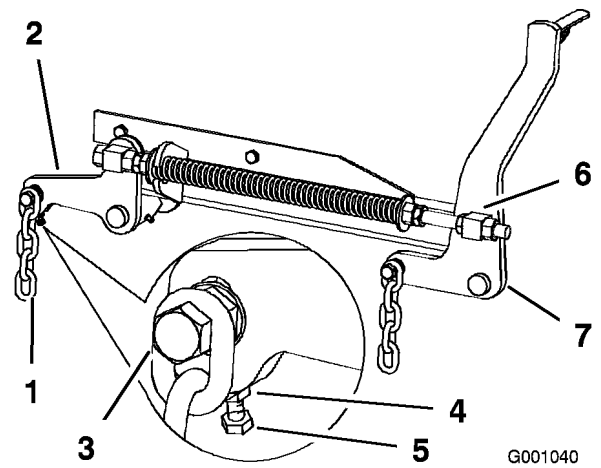

Figura 78
- Si las medidas realizadas en las posiciones B o C no son correctas, afloje el perno que fija la cadena trasera al brazo de soporte trasero (Figura 78).
- Afloje la contratuerca situada debajo del brazo de soporte trasero y ajuste el perno de ajuste hasta obtener una medida de 79 a 82 mm (Figura 78).
- Afloje las contratueras de pivote delantero, en la parte delantera de los pivotes derecho e izquierdo, aproximadamente 13 mm (Figura 78).
- Ajuste las tuercas de elevación en el lado izquierdo y derecho de la máquina hasta obtener una distancia de 6 a 10 mm menos en la parte delantera en **A** que en la parte trasera, en **B** (Figura 78).